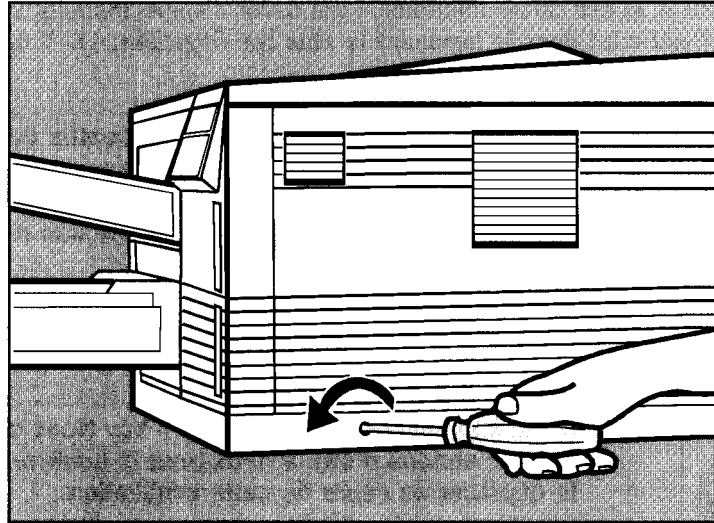

Figure 1-2. Retrait des vis du panneau latéral
5. Retirez les deux vis retenant le bas du panneau latéral, à l'aide d'un tournevis Phillips de taille 2 (voir la Figure 1-2).